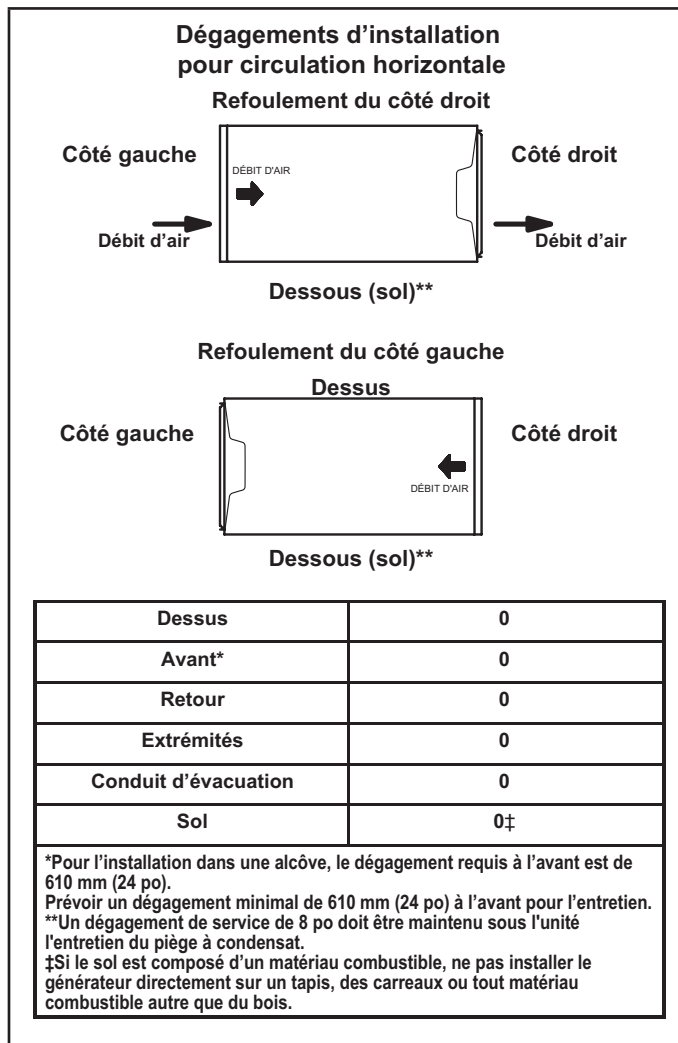

Figure 17
Le EL296UHV peut être installé en configuration horizontale avec refoulement de l'air à droite ou à gauche. Reportez-vous à la Figure 17 pour les dégagements prescrits pour les configurations horizontales.
- 1 - Sélectionnez l'emplacement de l'unité en tenant compte des dégagements d'entretien et des autres dégagements nécessaires. Reportez-vous à la Figure 17.